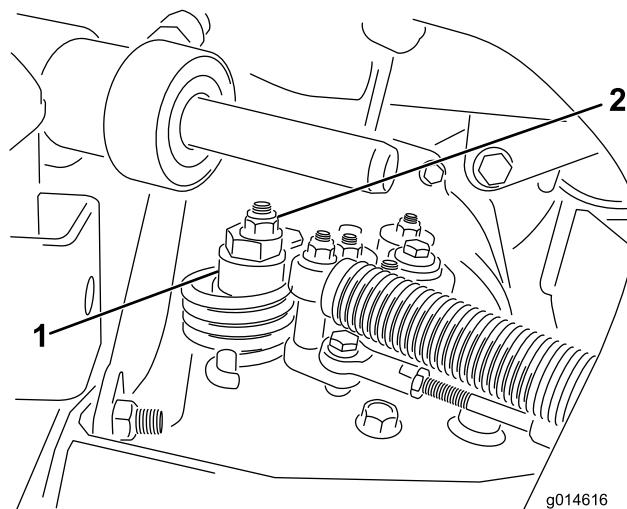

図 49
A. 偏芯ナットをハイドロスタット上部に止めているナットをゆるめる図 49。
- C. どちらにも車輪が回らないように偏芯ナットを回して調整する。調整ができたら固定ナットを締める図 49。スロットルSLOW および FAST 位置で調整が正しいことを確認する。